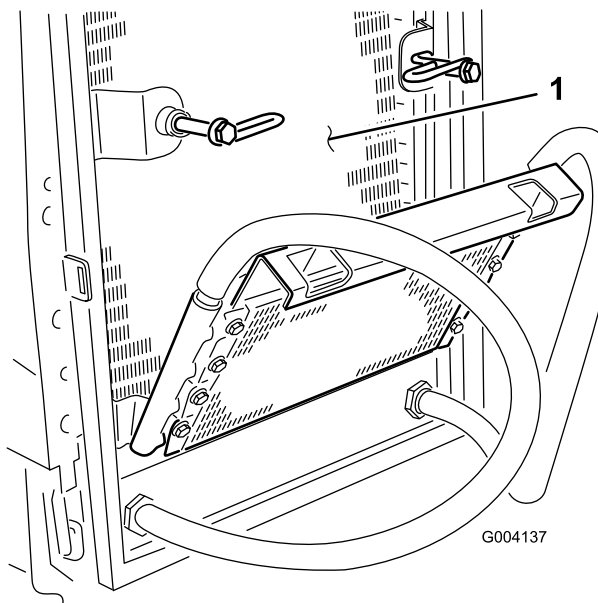

Рисунок 61
6. Тщательно очистите обе стороны маслоохладителя и радиатора (Рисунок 61) сжатым воздухом.